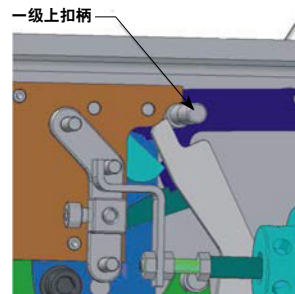
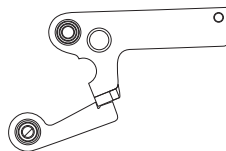

图13. 一级脱扣机构的上扣柄
图14. 一级脱扣机构的上扣状态
1. 通过拨动上扣柄见图13，让一级脱扣机构上扣，如图14；